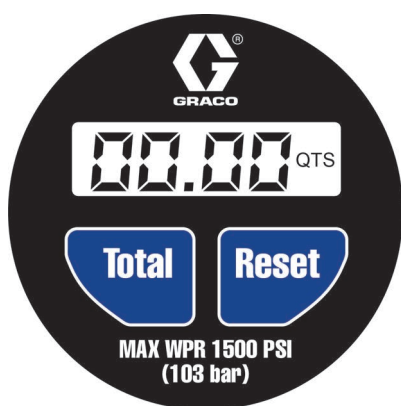
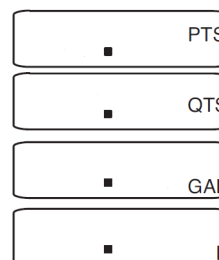

Рис. 4
Рис. 6: Пример единиц измерения (UOM)
Цифровой дисплей также активируется нажатием кнопки **TOTAL** или в результате прохождения материала через расходомер. (Рис. 4).
Нажмите кнопку **RESET**, чтобы выполнить сброс количественных показателей последнего цикла раздачи и отобразить на цифровом дисплее нулевые значения. (Рис. 4).
Нажимайте кнопку **TOTAL** (Рис. 4), чтобы выбрать необходимую единицу измерения. Рис. 6 отображены экраны с разными единицами измерения.
2. Когда отобразится необходимая единица измерения, нажмите кнопку **RESET** (Рис. 4), чтобы сохранить свой выбор.